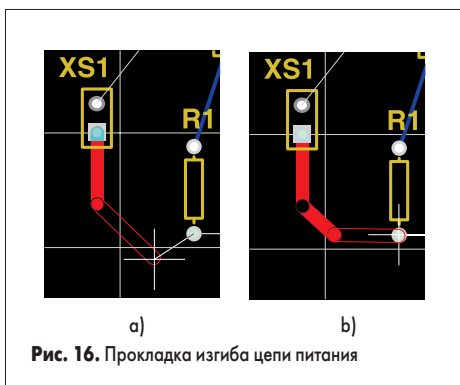

Рис. 16. Прокладка изгиба цепи питания
10. Последовательным нажатием клавиш SHIFT+Spacebar и Spacebar включим режим рисования проводников под углом 45°, как показано на рис. 16а.
11. Сдвинем указатель мыши как показано на рис. 16а и выполним щелчок левой кнопкой мыши, чем зафиксируем первый сегмент проводника.
13. Еще раз щелкнем левой кнопкой мыши, чем зафиксируем горизонтальный сегмент (рис. 16б).